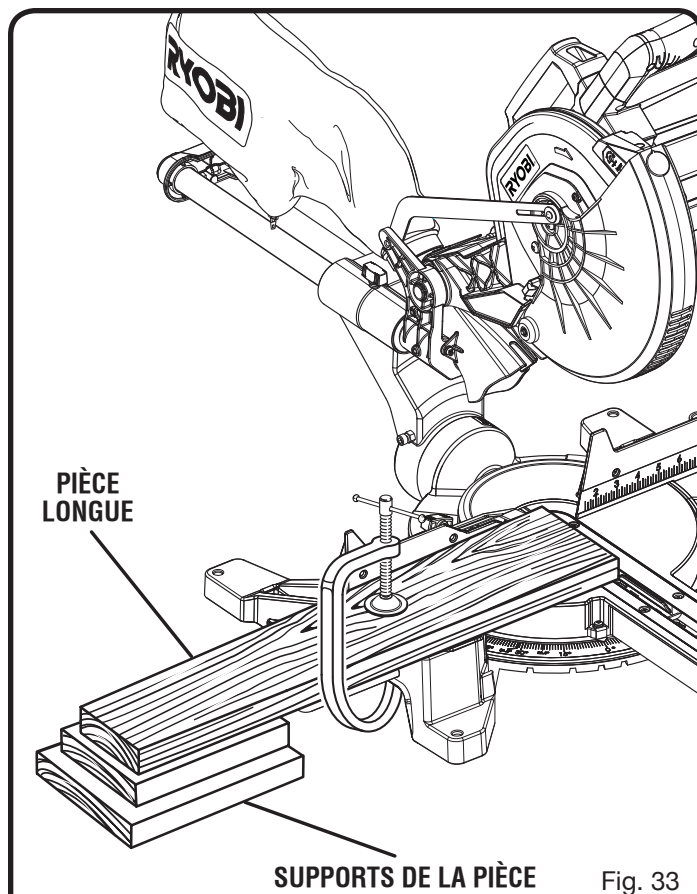

Fig. 33
- Lors de la coupe de planches ou de moulures longues, soutenir l'extrémité libre de la pièce avec un chevalet à rouleau ou un plan de travail se trouvant au même niveau que la scie. *Voir la figure 33.*
- Lors de la coupe de longues pièces ou moulures, retenez l'extrémité opposée de la pièce avec un support à rouleau ou une surface de travail de niveau avec la table de la scie. Voir la figure 33.
Voir la figure 33.
- Lors de la coupe de planches ou de moulures longues, soutenir l'extrémité libre de la pièce avec un chevalet à roulement ou un plan de travail se trouvant au même niveau que la scie. Voir la figure 33.